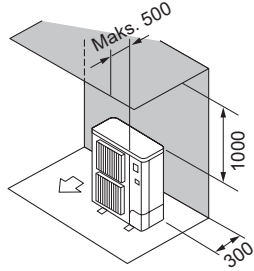

Fig. 2-7
- ② Esteitä vain takana ja yläpuolella (Fig. 2-7)